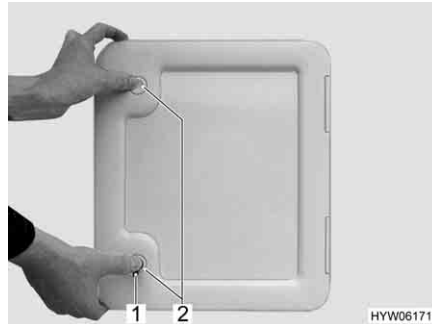

Fig. 32 Sportello per la cassetta della toilette
- Inserire la chiave nel cilindro della serratura a pressione (Fig. 32,1) e ruotare di un quarto di giro.
- Premere contemporaneamente con i pollici entrambe le serrature a pressione (Fig. 32,2) e aprire lo sportello della cassetta della toilette.
- Inserire la chiave nel cilindro della serratura (Fig. 32,1) e ruotare di un quarto di giro.